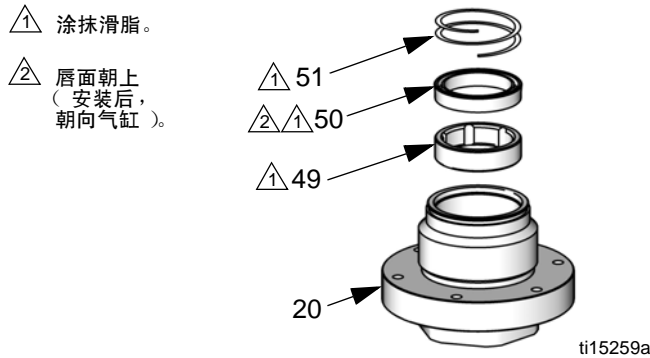

图 11. U 形杯喉部密封件
13. **U 形杯型号：**使用 O 形圈夹子或老虎钳卸下弹簧夹（51）、U 形杯（50）和轴承（49）。图 11，（第 15 页）。